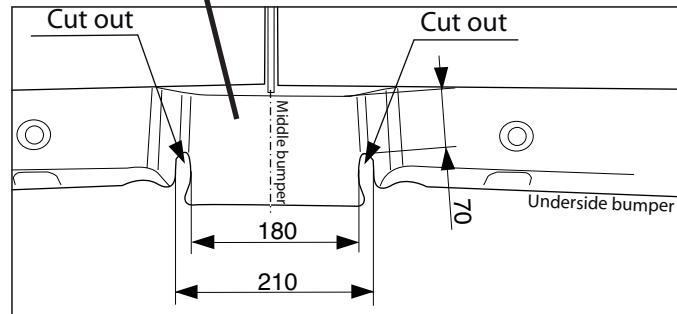

Fig.2
3. Выпилить обозначенные части, как указано на рис. 2. (**Opel Movano**)
6. Поставить боковую панель (C) / (D) в точках Е и F.